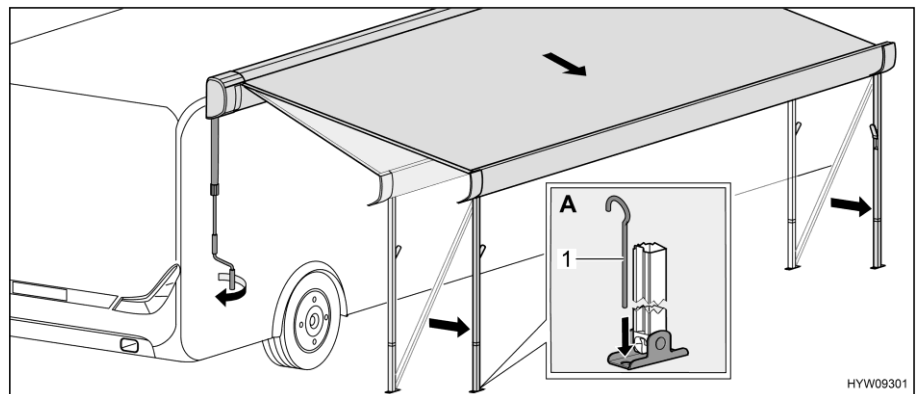

Bild 51 Markise in Endstellung bringen
- Stützfüße mit Heringen (Bild 51,1) am Boden befestigen (Bild 51,A).